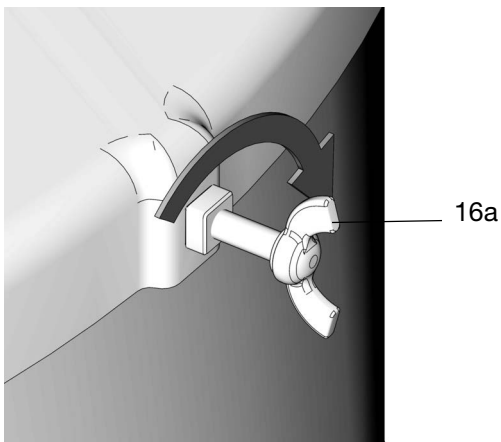

FIG. 29
- Serrer les vis papillon (16a) pour fixer le couvercle (16) sur le fût (FIG. 29).